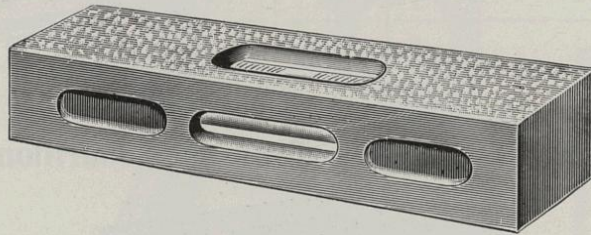

Fig. 1
- 1° Pour le montage des surfaces horizontales et des arbres de transmissions dans le sens horizontal, suivant fig. 1 ;